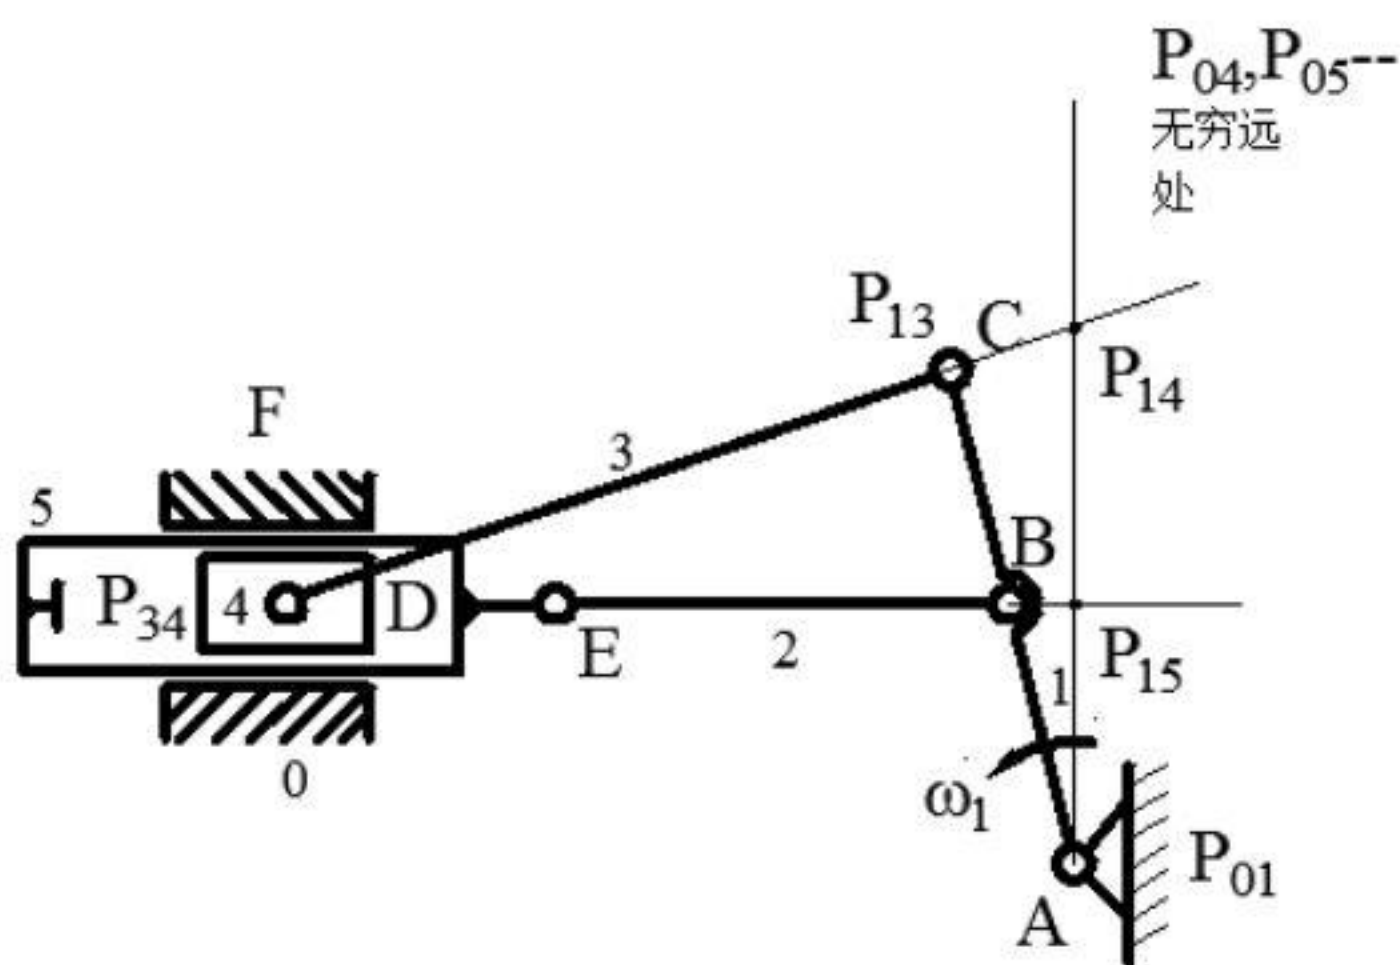

图 2-2
2、确定速度瞬心  $P_{14}$ 、 $P_{15}$ ，作图 2-2 如下：